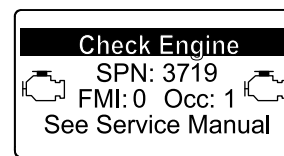

Figura 52
- Advertencia del motor SPN 3719, FMI 0 (Figura 52)